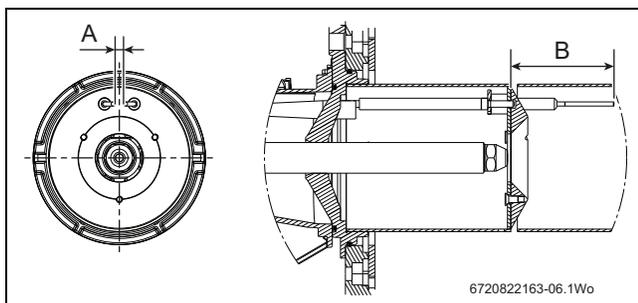

Bild 77 Elektrodeneinstellungen
- ▶ Kontrollieren, ob die Elektroden richtig angeordnet sind (siehe Abb. 77).